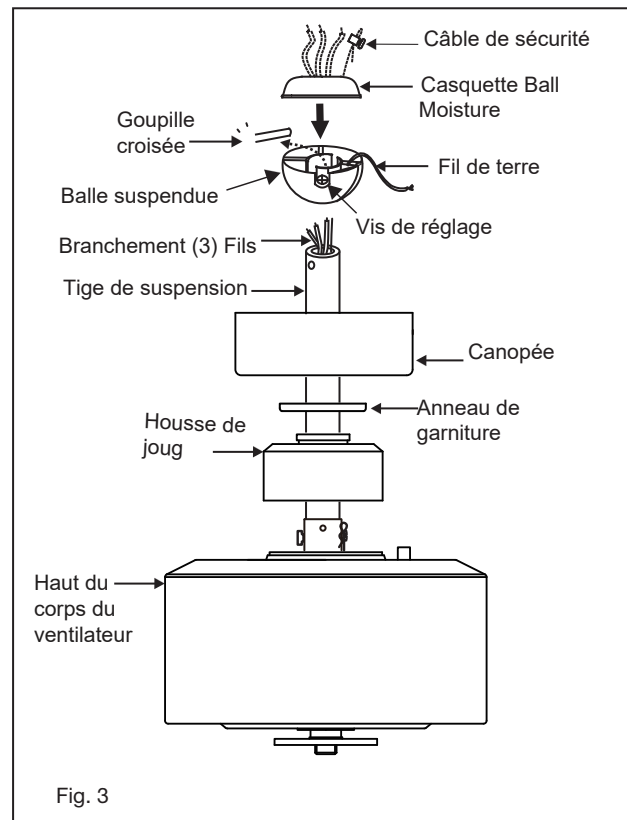

Fig. 3
- 6 Glissez le couvercle de l'étrier, l'anneau de garniture et la verrière sur la tige de suspension. (Fig.3)
- 8 Faites passer les fils à travers les trous du capuchon d'humidité de la bille en caoutchouc et faites glisser le capuchon sur le dessus de la bille. (Fig.3)
b. Connexion des fils de l'interrupteur mural aux fils du boîtier de prise murale. (Fig.3 et 4)
Un flux d'air **VERS LE BAS** crée un effet de refroidissement comme le montre la figure 3. Cela vous permet de régler votre climatiseur sur un réglage plus chaud sans affecter votre confort.